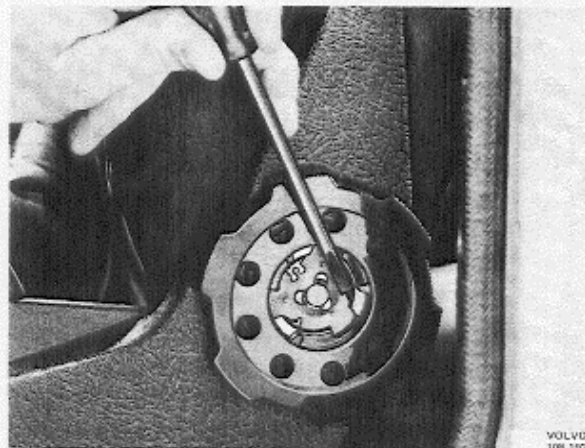

Abb. 58 Einbau des Verstellrades
6. Verstellrad aufsetzen. Sicherungsscheibe entspr. Abb. 58 im Uhrzeigersinn verdrehen.